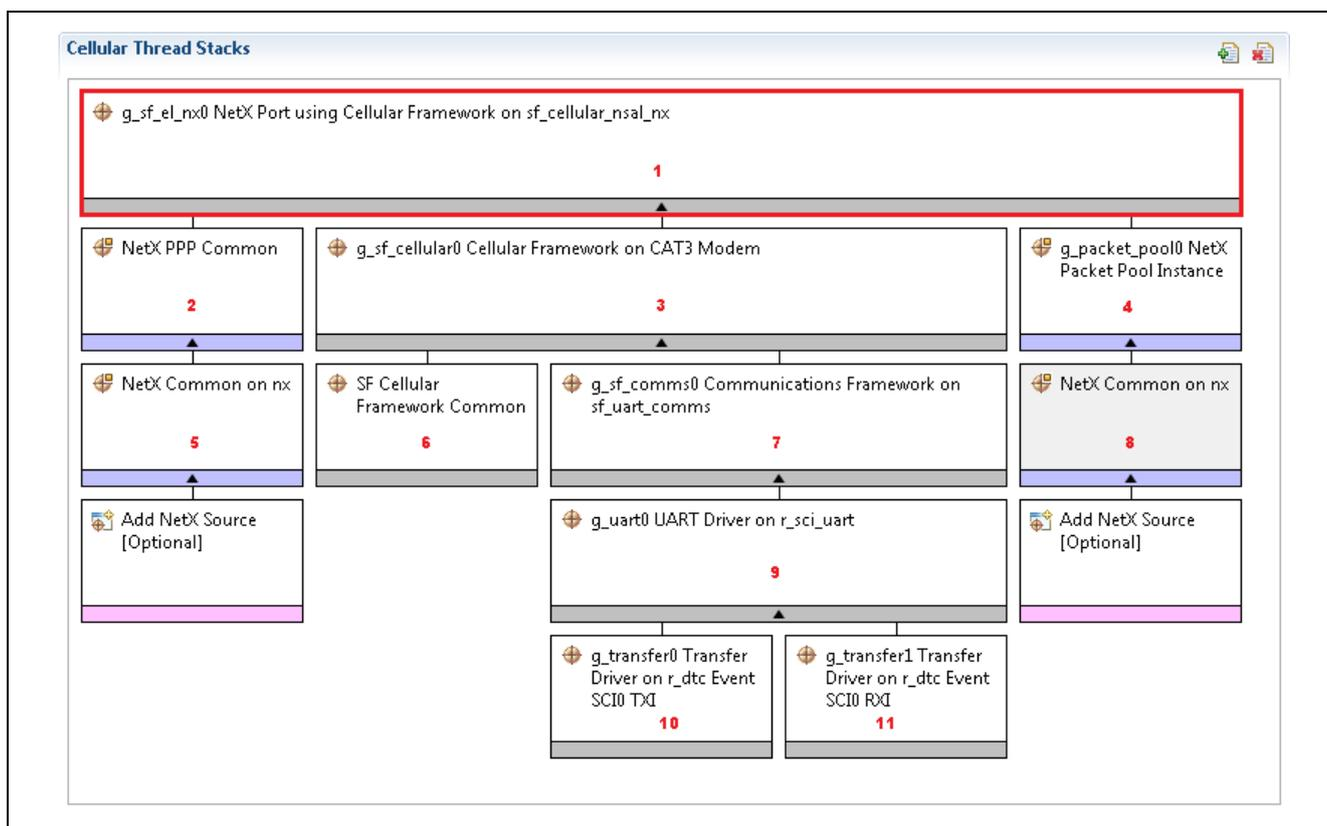

図13 NetXをTCP/IPスタックとして使用するセルラーフレームワークモジュール
上記の図13に記載されている (1) の設定プロパティ (sf\_cellular\_nsal\_nxでセルラーフレームワークを使用するg\_sf\_el\_nx0 NetXポート) を以下に示します。
上記の図13に記載されている (2) の設定プロパティ(configuration property) (NetX PPP共通) を以下に示します。本モジュールが追加されるため、ユーザは設定に変更を加える必要はありません。
上記の図13に記載されている (3) の設定プロパティ (CAT3モデムのg\_sf\_cellular0セルラーフレームワーク) を以下に示します。本モジュールでは、モデムとフレームワークへのインタフェースに固有の設定です。